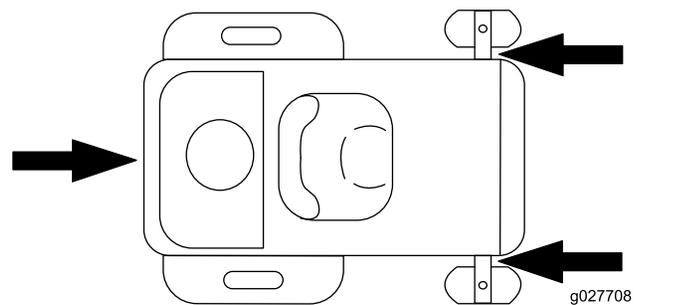

図 28
6. 前キャストホイールおよび後部フレームを利用して機体をロープやチェーンなどで固定する図 28。ロープ掛けや積荷固定については各地域の法令などに従ってください。